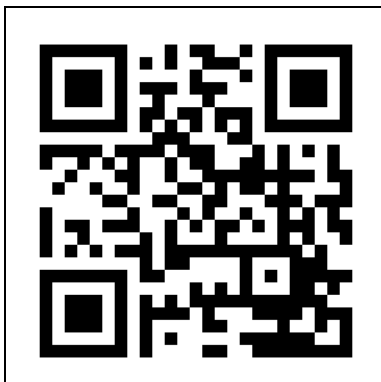

Figura 13
1. Deschideți manualul aplicației Eurom Smart cu codul QR (Figura 13) sau accesați [www.eurom.nl/nl/manuals](http://www.eurom.nl/nl/manuals).